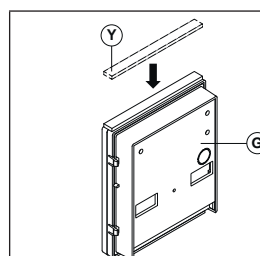

Fig. 3
Applicare la guarnizione adesiva (Y) come mostrato in Fig. 3.